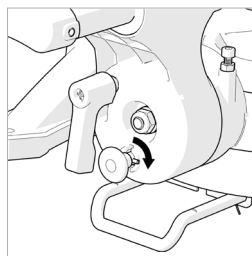

Fig. 35
- Gire el pomo 1/4 de vuelta. (**Fig. 35**)